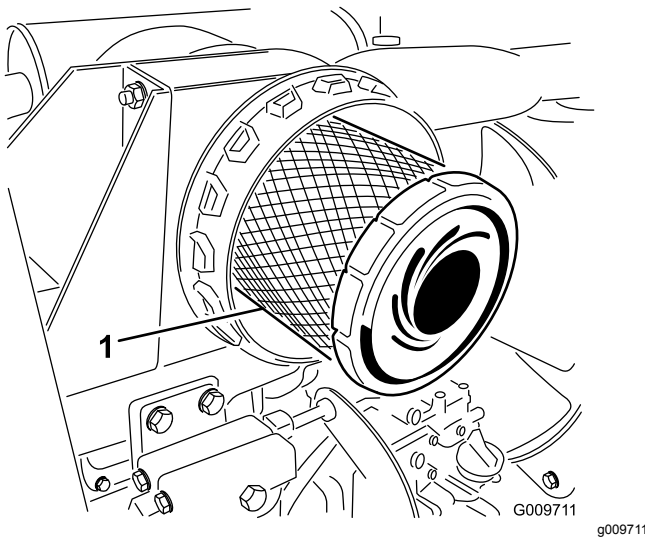

Figure 27
3. Déposez et remplacez le préfiltre (Figure 27).